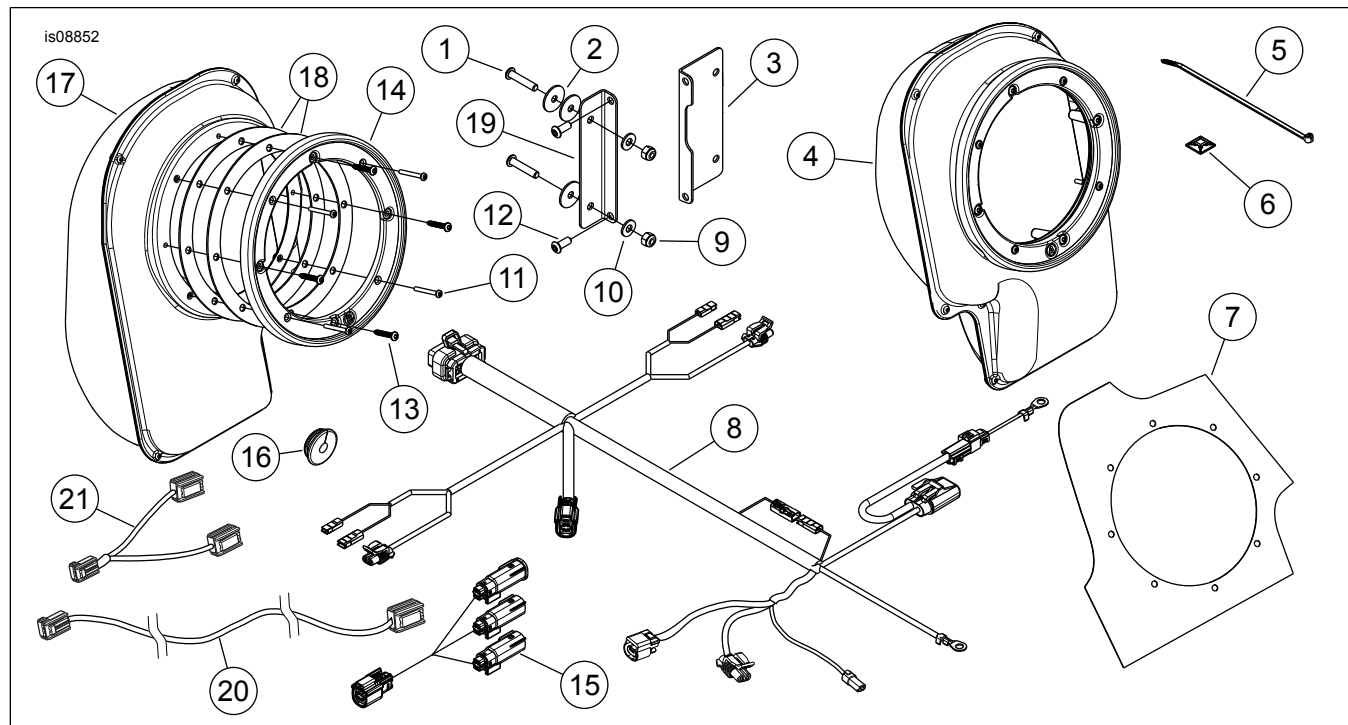

Figure 9. Pièces de rechange, kit d'installation d'expansion de haut-parleur
- a. **Configuration à 6 haut-parleurs Stage I** Poser le faisceau [296] directement sur le faisceau à 16 fiches (posé précédemment avec le kit d'amplificateur de carénage) situé derrière la selle du passager. **Configurations à 6 haut-parleurs Stage II** poser le faisceau d'interconnexion à 3 fiches (article 15, Figure 9) sur le faisceau à 16 fiches (posé précédemment avec le kit d'amplificateur de carénage) situé derrière la selle du passager. Installer le faisceau [296] dans l'interconnecteur à 3 fiches.